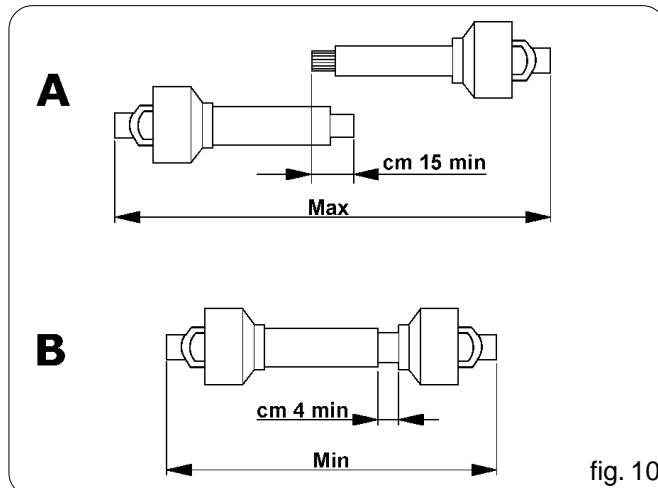

fig. 10
- Quando l'albero cardanico è sfilato al massimo, i due tubi devono sovrapporsi per almeno 15 centimetri (A fig. 10). Quando esso è inserito al massimo, il gioco minimo deve essere di 4 centimetri (B fig. 10).
- *When the Cardan shaft is withdrawn to the end of its stroke, the two pipes should overlap by at least 15 cm (A Fig. 10). When it is inserted all the way, the minimum admissible play is 4 cm (B Fig. 10).*
- Wenn die Kardanwelle so weit wie möglich herausgezogen ist, müssen sich die beiden Rohre mindestens um 15 cm überlappen (A Abb. 10). Wenn sie so weit wie möglich eingeschoben ist, muß ein Spiel von mindestens 4 cm bestehen (B Abb. 10).
- *Quand l'arbre à cardans est déboîté au maximum, les deux tubes doivent se superposer d'au moins 15 cm (A Fig. 10). Quand il est entièrement rentré, le jeu minimum admissible sera de 4 cm (B Fig. 10).*
- Cuando el árbol cardán está totalmente desenhbrado, los dos tubos tienen que sobreponerse por lo menos 15 centímetros (A Fig. 10). Cuando el mismo está insertado al máximo, el yugo mínimo permitido tiene que ser
- de 4 centímetros (B Fig. 10). Utilizando el equipo en otro tractor, verificar lo anotado en el punto superior y verificar que las protecciones cubran totalmente las partes en rotación del árbol cardán.